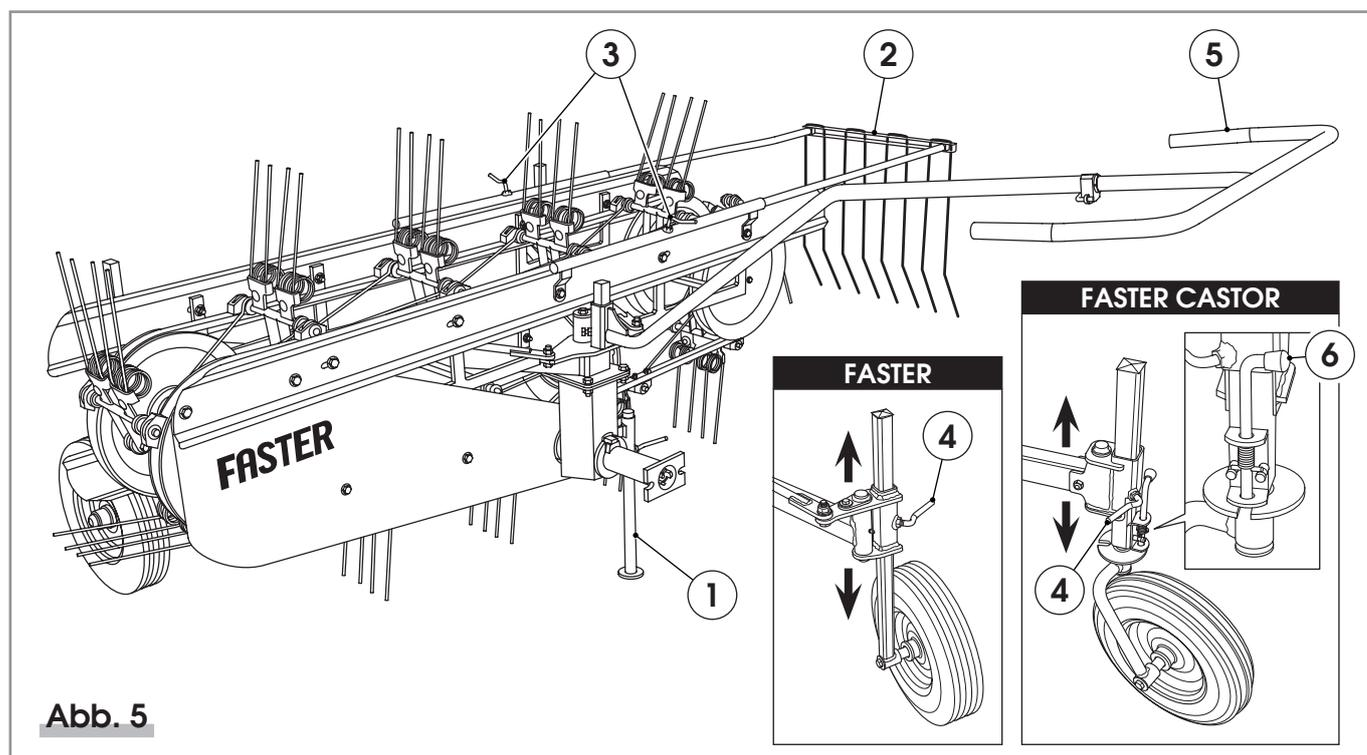

Abb. 5
- # den Auflagefuß anheben (Abb. 5, Detail 1);
- # den seitlichen Fangrechen (Abb. 5, Detail 2) einfahren und ihn mit den eigens hierfür vorgesehenen Gewindestiften (Abb. 5, Detail 3) befestigen;
- # Heben Sie das Band vom Boden, indem Sie über die Gewindehebel (Abb. 5 Detail 4) die Ständer der Hinterräder betätigen;
- # um den Bandheuer in die gewünschte Richtung zu führen, den Richtungshebel (Abb. 5, Detail 5) verwenden.
HINWEIS: Bei der Serie **FASTER CASTOR** wird der Bandheuer über den Einachs-schlepper bzw. Balkenmäher geführt. Für Arbeiten auf ebenen Flächen werden die Lenkräder frei beweglich gelassen. Für Arbeiten an Hanglagen können die Lenkräder mithilfe des Radblockierhebels (Abb. 5 Det.6) in gerader Position verriegelt werden.
Zum Heuharken muss das Band horizontal arbeiten und auf 1-2 cm vom Boden eingestellt sein. Dazu ist der Bandheuer über die Gewindehebel (Abb. 5 Det. 4) der zwei Ständer der Hinterräder so zu senken, dass beim Sammeln des Heus die Maschineneinrichtungen nicht zu stark belastet werden (wie in Abbildung 6 zu sehen).
Der seitliche Heurechen (Abb. 5, Detail 2) muss breiter gestellt und in einer Position befestigt werden, die der einzusammelnden Heumenge entspricht.
Der Bandheuer ist geneigt anzuordnen. Dazu ebenfalls die beiden Ständer der Hinterräder mithilfe der Gewindehebel (Abb.5 Det.4) wie in Abbildung 7 gezeigt anordnen.
In diesem Fall wird der seitliche Fangrechen (Abb.5, Detail 2) von der Maschine entfernt.